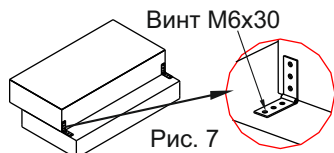

Рис. 7
- ⇨ присоединить спинку шарнирными петлями к основанию (Рис. 7)